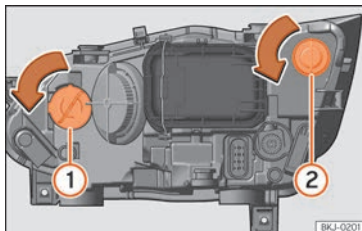

Fig. 104 En el vano motor: lámpara de luz intermitente ① y lámpara de luz DRL (luz de día) ②.
- Gire el portalámparas » fig. 104 ① o ② hacia la izquierda y tire.